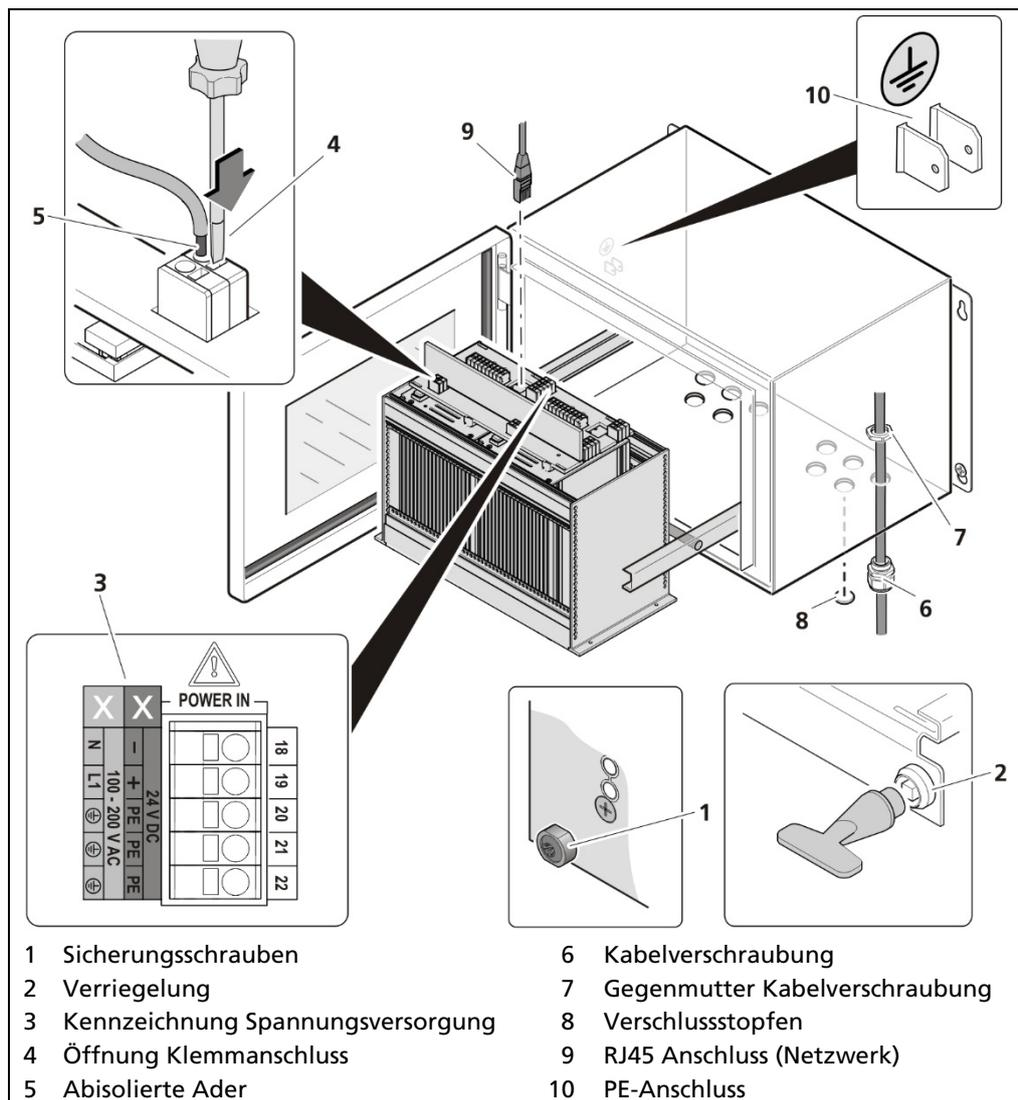

Abb. 19 Elektrischer Anschluss im Wandgehäuse
1. Stellen Sie sicher, dass die Sicherungsschrauben (Abb. 19, Pos.1) aller Module angezogen sind, um ein Herausgleiten zu verhindern.
2. Lösen Sie die Verriegelung (Abb. 19, Pos.2) mit dem mitgelieferten Vierkant-schlüssel und ziehen Sie den Baugruppenträger heraus.
4. Führen Sie die Leitungen durch die Kabelverschraubungen (Abb. 19, Pos.6),
durch die Öffnungen des Wandgehäuses und durch die Gegenmutter der Kabelverschraubung (Abb. 19, Pos.7).
5. Verschrauben Sie die Kabelverschraubung (Abb. 19, Pos.6) mit der Gegenmutter (Abb. 19, Pos.7).
Es darf nur die Spannung des gekennzeichneten Bereichs (Abb. 19, Pos.3) angelegt werden!
7. Öffnen Sie mit einem Betätigungswerkzeug (Schlitz-Schraubendreher) den Klemmanschluss (Abb. 19, Pos.4) und führen Sie die abisolierte Ader (min. 8 mm) (Abb. 19, Pos.5) ein. Durch Herausziehen des Betätigungswerkzeuges wird der Klemmanschluss geschlossen. An die Klemmen können folgende flexible Adern angeschlossen werden:
8. Stecken Sie den Netzwerkstecker in die RJ45 Buchse (Abb. 19, Pos.9) (optional).
9. Ziehen Sie für eine optimale Dichtheit und Zugentlastung alle Kabelverschraubungen (Abb. 19, Pos.6) an bis der Dichteinsatz zwischen Kabelverschraubung und Kabel schließt.